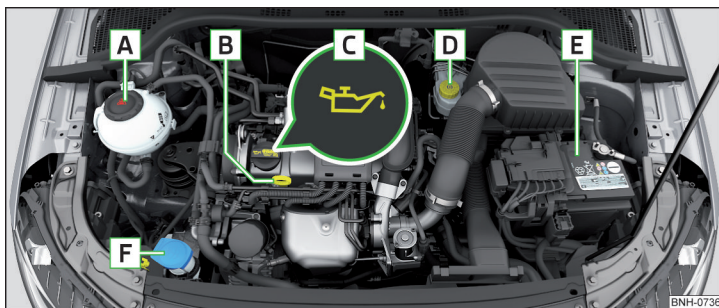

Fig. 231 Exemplu de dispunere în compartimentul motor
- Deșurubați capacul orificiului de umplere cu ulei » fig. 231 la pagina 212.